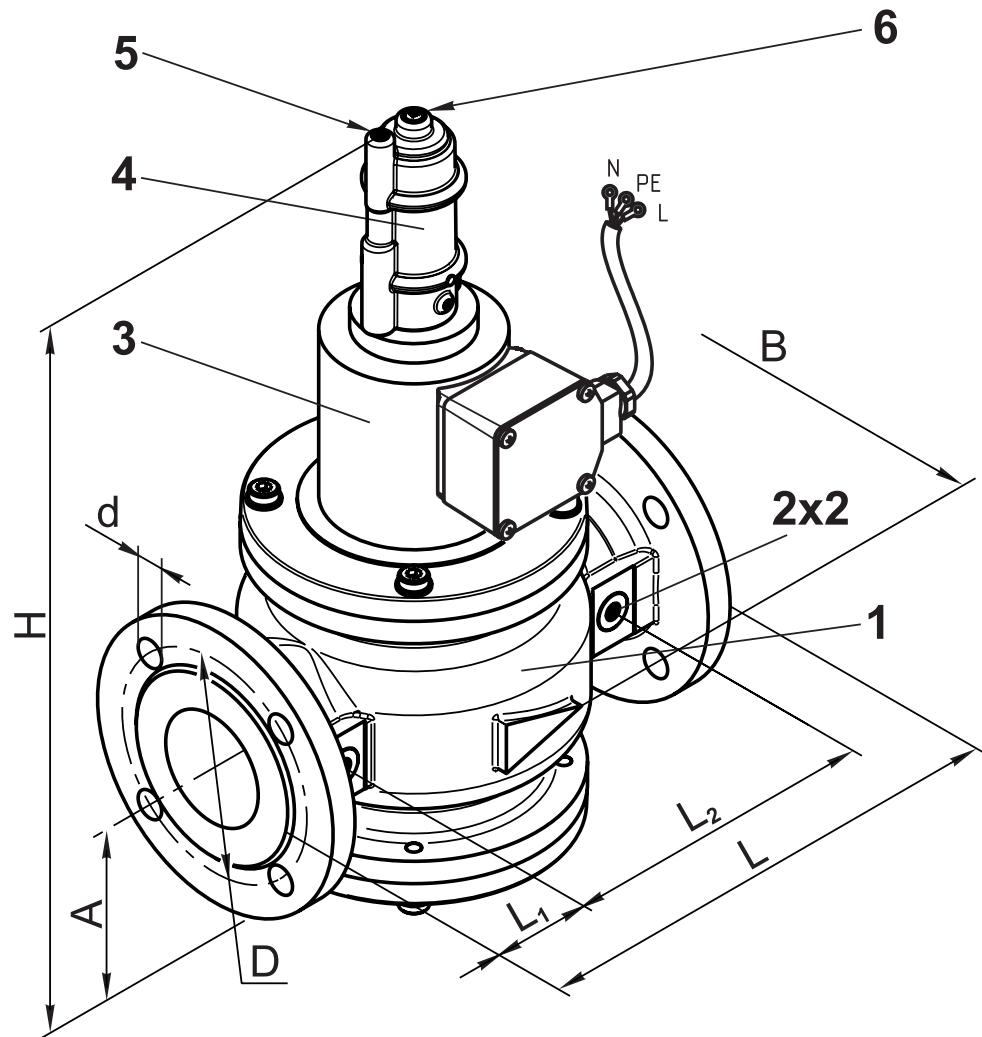

Рис.1
2.1 Клапан (см. рис. 1) состоит из следующих основных узлов и деталей: